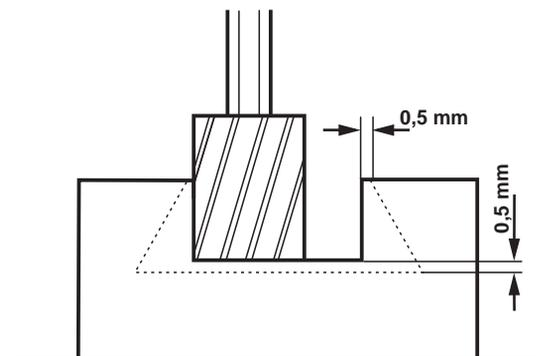

Fig. 4
- a) Una ranura de sección rectangular inscrita en la sección trapecial final. (Fig. 4).
Debe dejarse un exceso de material de aproximadamente 0,5 mm de espesor para terminar con la fresa de forma (Fig. 4).